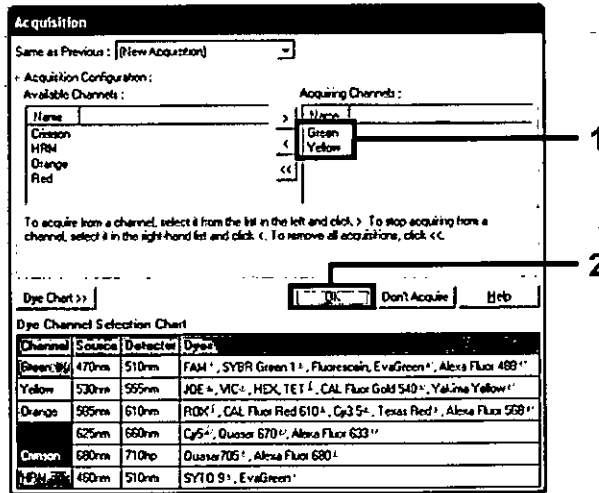

Ilustración 27. Adquisición en el paso de ciclado a 60 °C (1 = Canales seleccionados, 2 = Botón "OK" (Aceptar))
10. Establezca "Green" (Verde) y "Yellow" (Amarillo) como canales de obtención. Para ello, seleccione el botón ">" para transferir estos canales de la lista "Available Channels" (Canales disponibles). Haga clic en "OK" (Aceptar) (ilustración 27).